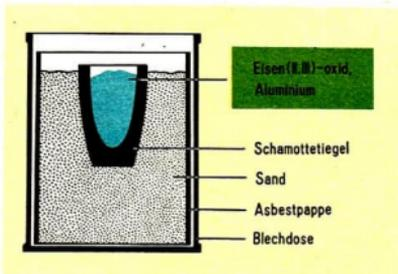

Abb. 57
**Vorsicht!** Ein kleiner Tiegel aus Schamotte wird in trockenen Sand gedrückt und mit einem Gemisch aus Eisen(II,III)-oxid und Aluminium gefüllt. Mit einem speziellen Zündmittel wird das Gemisch entzündet. Nach Beendigung der Reaktion läßt man den Tiegel abkühlen (Abb. 57). ④ ⑤